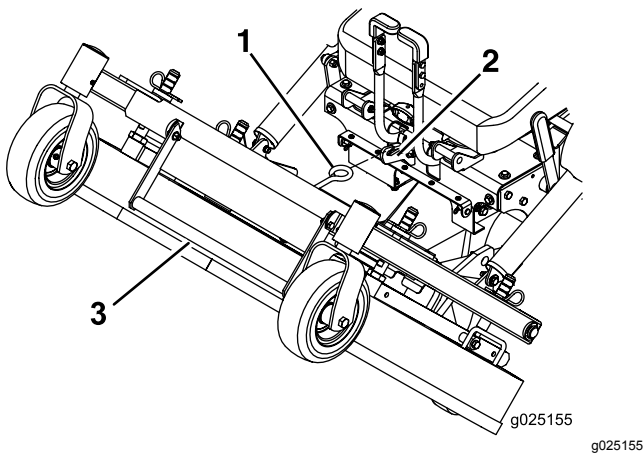

Figura 12
- Usando el asa de elevación de la carcasa, eleve la carcasa y engánchela en la posición elevada (el enganche está situado en el centro de la parte delantera del asiento), según se muestra en Figura 12.
- Mientras sostiene con firmeza el asa de elevación de la carcasa, desenganche el cierre de la carcasa de corte de la máquina y baje lentamente la carcasa al suelo (Figura 12).